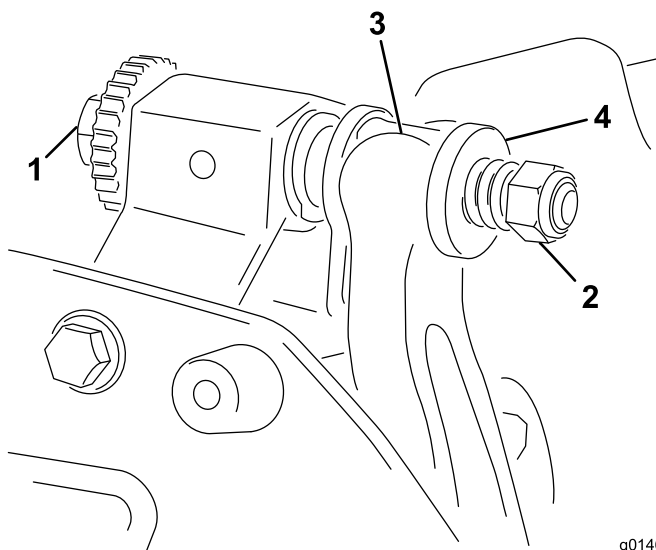

Figura 19
1. Rode o parafuso de ajuste da barra de apoio no sentido contrário ao dos ponteiros do relógio, para afastar lâmina de corte do cilindro (Figura 19).
2. Faça recuar a porca da mola tensora até que a anilha deixe de estar sob tensão contra a barra de apoio (Figura 19).
1. Instale o conjunto da barra de apoio/lâmina de corte, posicionando as aletas de montagem entre as anilhas e o parafuso de ajuste da barra de apoio (Figura 19).